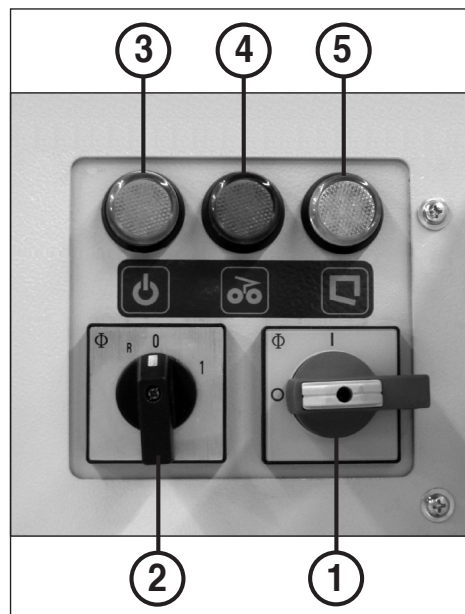

fig. 7
1. El mecanismo de corte se bloquea. La indicación de control (4) (Fig. 7) se enciende.
Reparta ahora el material sacado sobre la cinta y continúe el desmenuzamiento con una cantidad más pequeña. Para ello se tiene que desconectar (pos. „0“) primero la máquina mediante el conmutador giratorio (2) (fig. 7) y volverse a conectar de nuevo después (pos. „1“).
Cuando la bolsa recogedora está llena, la máquina se desconecta. La indicación de control "Bolsa recogedora llena" (5) (Fig. 7) se enciende. Vacíe la bolsa recogedora como sigue:
- Abrir ligeramente la puerta (10) y aplanar en el saco o bolsa recogedora el cono formado por el material descargado.